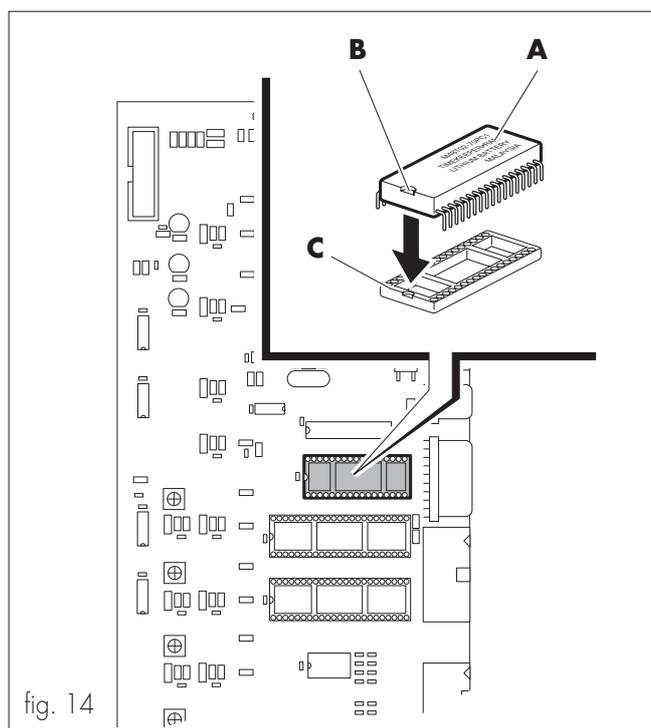

fig. 14
- instalar el chip módulo reloj (ref. **A**, fig. 14) en el conector predispuesto para tal fin en la placa electrónica;
Instalar el módulo de tal manera que la indicación de referencia (ref. **B**, fig. 14) coincida con la misma indicación del zócalo (ref. **C**, fig. 14) y serigrafiada en la placa electrónica.
*Con el módulo reloj (ref. A, fig. 14) instalado, las configuraciones controladas por la función **"TODO GRATUITO"** se incluyen en el menú **"GESTION HORA"**.*
*Con el módulo reloj (ref. A, fig. 14) instalado, las configuraciones controladas por la función **"CONTADOR"** se incluyen en el menú **"ESTADISTICA"**.*